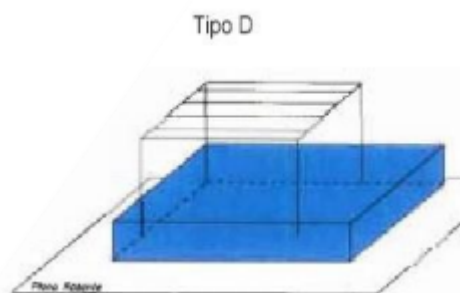

Figura 5.8.1.4F: Establiment industrial de tipus D.
- **Tipus E:** L'establiment industrial ocupa un espai obert que pot estar parcialment cobert fins a un 50% de la seva superfície i com a mínim alguna de les seves façanes de la part coberta no té tancament lateral. Il·lustrat a la **Figura 5.8.1.4F**²⁸: